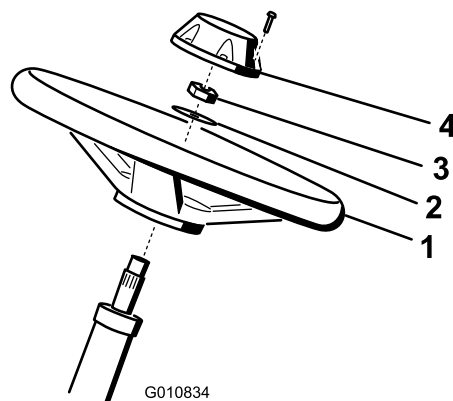

Figura 4
1. Collocate il volante sul piantone (Figura 4).
2. Collocate la rondella sul piantone (Figura 4).
3. Fissate il volante sul piantone per mezzo di un dado di bloccaggio serrato a 27–35 N·m (Figura 4).
- Montate il coprimozzo sul volante e fissatelo con l'aiuto di 6 bulloni (Figura 4).